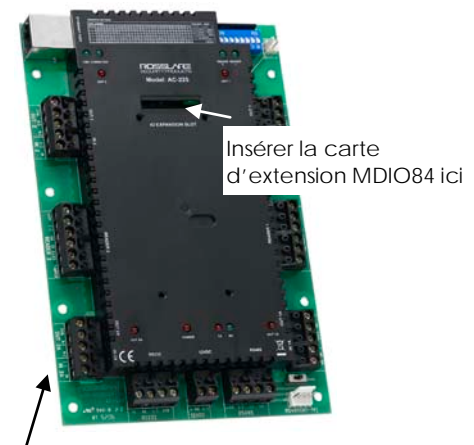

Figure 2 : Panneau de contrôle d'accès maître sans la carte d'extension MDIO84
- 3) Retirez l'étiquette sur le couvercle du panneau marqué "Remove to install I/O board" Figure 2.